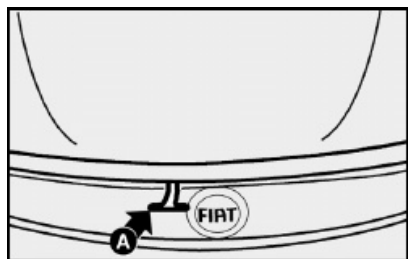

fig. 72
2) puxar a trava **A-fig. 72**;